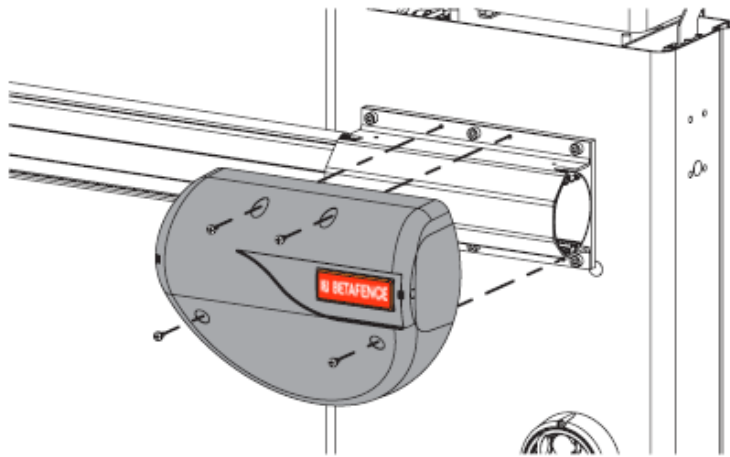

Fig. 18
- Fixer le carter de protection d'après la fig. 18.